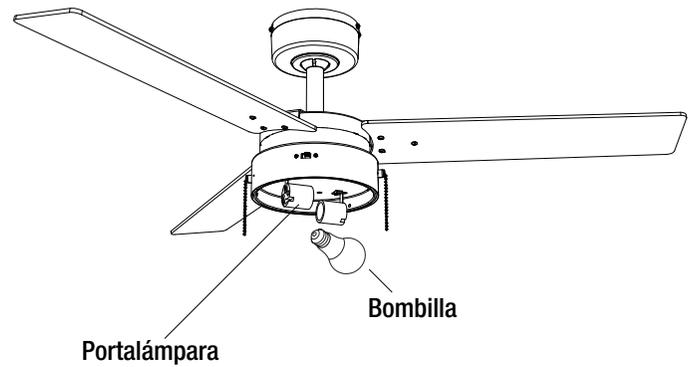

Figura 15
- Instale las bombillas (9 W como máximo cada una, LED, base de tornillo mediano) a los soportes de la lámpara (Figura 15).